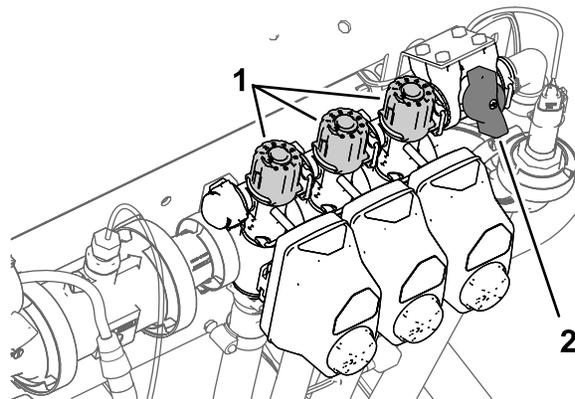

Figura 39
- Desligue o interruptor da secção esquerda e ajuste o manípulo de distribuição da secção (Figura 39) até que a leitura da taxa se encontre no nível anterior de acordo com a tabela.
- Ajuste o manípulo de distribuição da secção direita (Figura 39) até que a leitura da taxa se encontre no nível anterior de acordo com a tabela.
13. Ajuste o manípulo de distribuição da secção central (Figura 39) até que a leitura da taxa se encontre no nível anterior de acordo com a tabela.